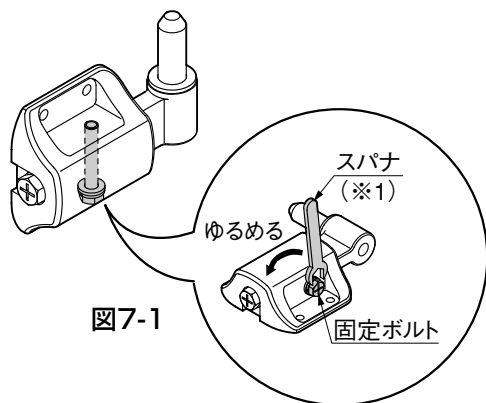

図7-1
- 必ず市販の呼び10スパナを使用してください。(※1) (図7-1参照)